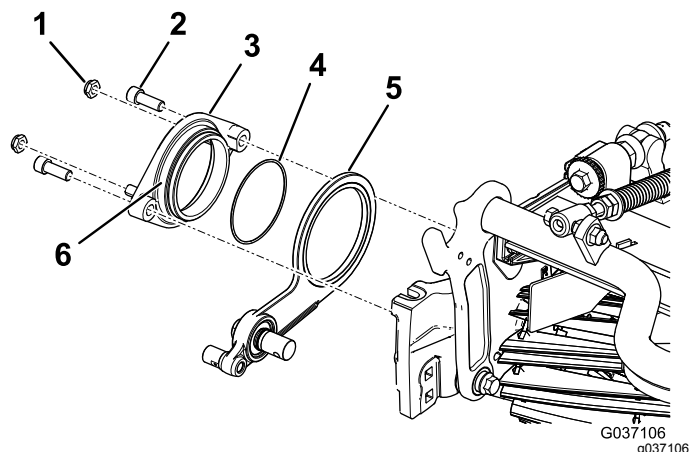

Рисунок 8
3. Нанесите противозадирный состав по наружному диаметру поворотной ступицы в сборе (Рисунок 8).
4. Прикрепите поворотную ступицу на натяжном шкиве в сборе к барабану с помощью 2 болтов с внутренним шестигранником (Рисунок 8).
5. Установите, не затягивая, две контргайки на поворотную ступицу (Рисунок 8).